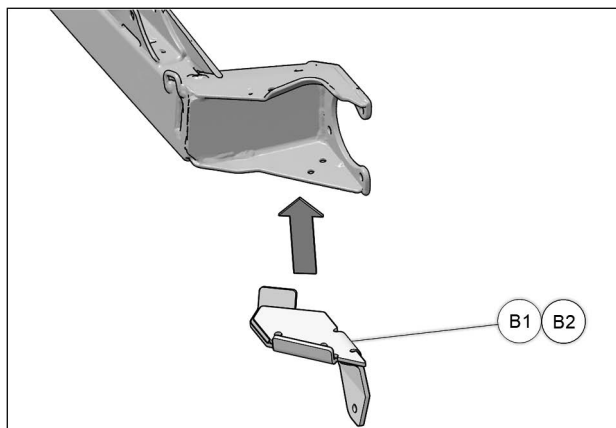

Fig. 4
4. Positionner la plaque d'ancrage (**B1-B2**) au-dessous du bras oscillant de la suspension arrière, derrière le moyeu de roue. Fig. 4